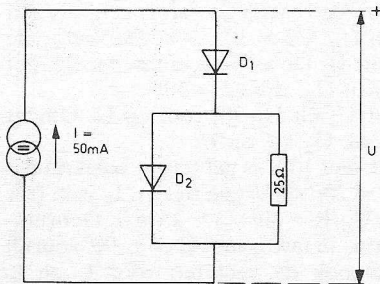

Fig. 6
① De dioden in fig. 6 hebben dezelfde karakteristiek (zie fig. 7).